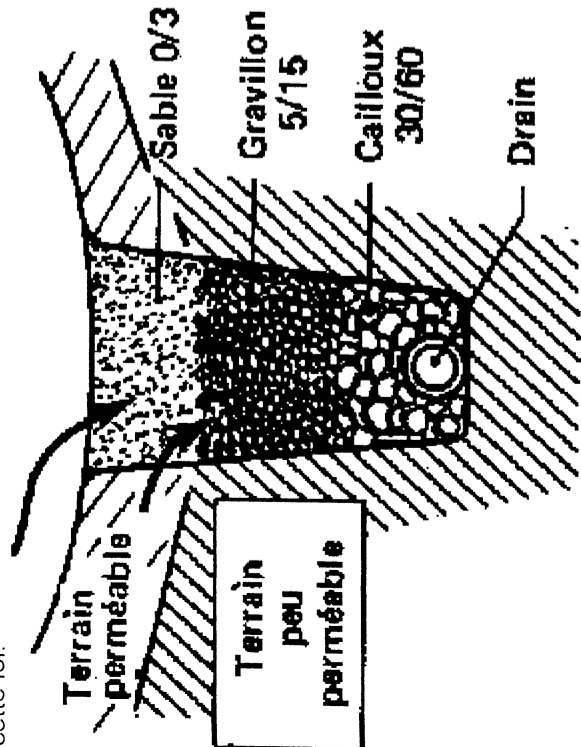

figure 64
a) Cette condition est satisfaite lorsque les granulométries de 2 couches successives respectent une certaine loi dite « loi des filtres ». La figure 64 donne un exemple d'une tranchée drainante dont les 3 couches de matériaux sont conformes à cette loi.
b) La figure 64 représente un exemple de tranchée drainante destinée à recueillir les seules eaux de surface. Cette solution ne convient pas, notamment, dans les 2 cas ci-après :